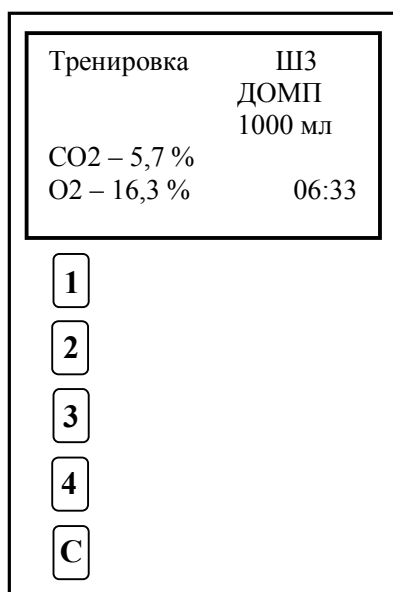

Рисунок 17
14.3 Для запуска требуемого режима необходимо нажать соответствующую клавишу, после чего программа автоматически запускает тренировку. Во время тренировки на дисплее отображается текущее время тренировки, ДОМП, концентрация углекислого газа и кислорода, а также шаг тренировки (Рис.17).